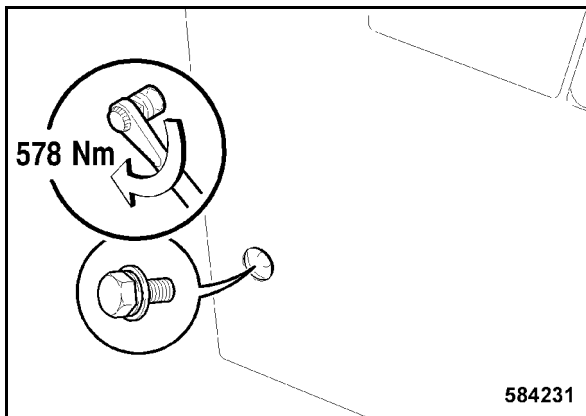

Fig. 246
- El tornillo de fijación trasero, lateral de la derecha hay que apretar con 578 Nm (Fig. 246).